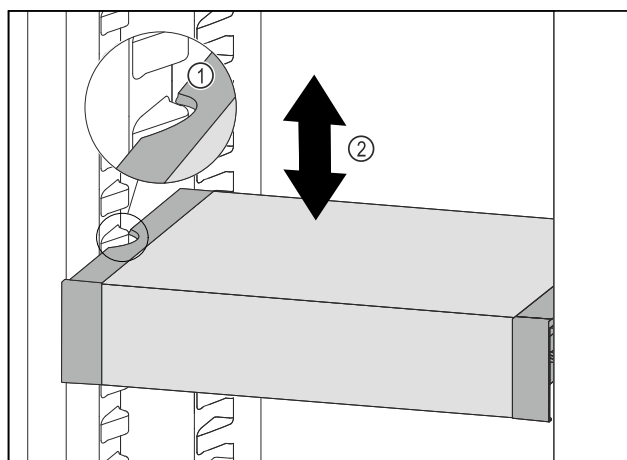

Fig. 183
- Tërhiqni VarioSafe për nga përpara, derisa foletë anësore të VarioSafe të jenë në lartësinë e brinjëve të kutisë në pjesën e ftohjes. Fig. 183 (1)
- Lëvizni VarioSafe për lart ose për poshtë në pjesën e ftohjes, derisa të arrihet lartësia që dëshironi. *Fig. 183 (2)*